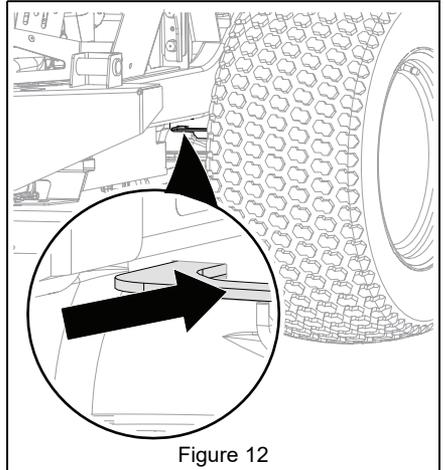

Figure 12
5. Remettre les leviers de dérivation des boîtes-ponts en position de marche. Voir Figure 12.